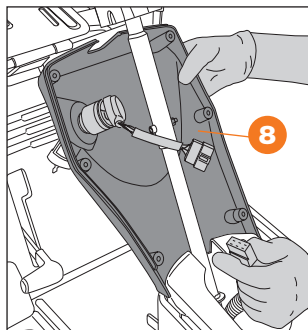

Рис. 6
- Установите часть корпуса кофра **8** на рулевую рейку (Рис. 6).